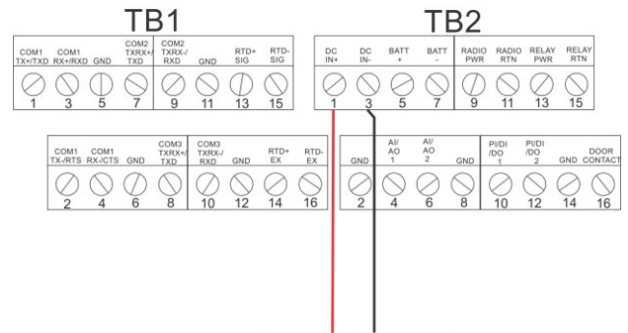

Figure 8. Câblage vers l'alimentation c.c.
- Insérez chaque extrémité de fil dénudé dans le connecteur correspondant et fixez le câble (reportez-vous aux Figure 8).